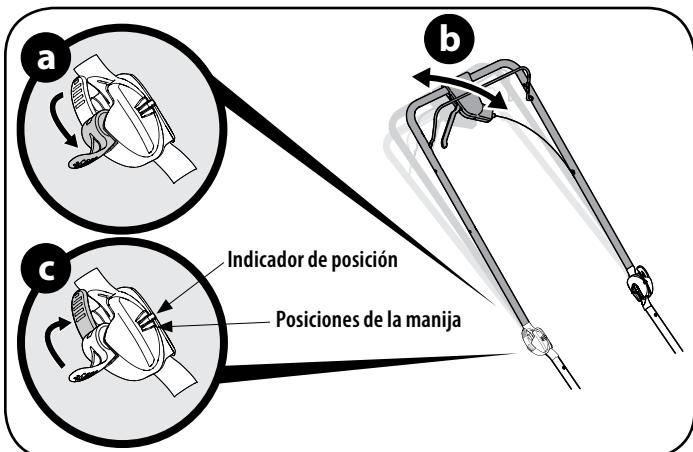

Figura 15
- Manijas EZ-Fold. Vea la Figura 15.